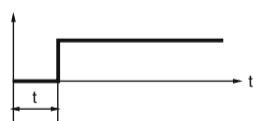

Рис.2
- обратный отсчет ( - при включении устройства исполнительное реле включается по истечении установленного времени t, рис.2).